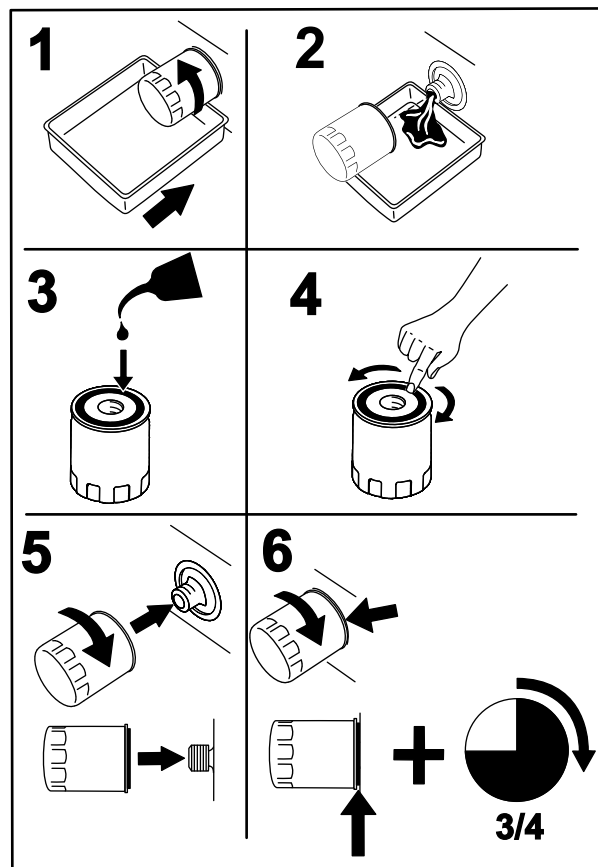

Bild 53
2. Wechseln Sie den Motorölfilter aus (Bild 53).